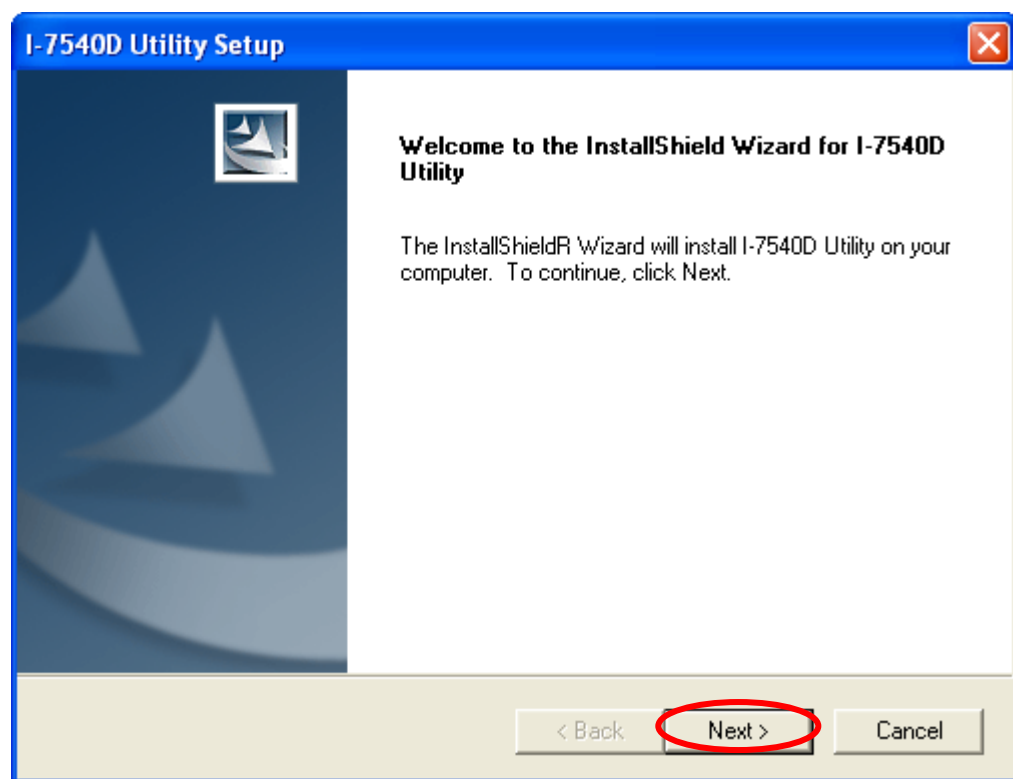

图 3-2: Welcome dialog
Step 3: 画面上弹跳出「欢迎安装」的窗口提示用户，如图 3-2 所示。